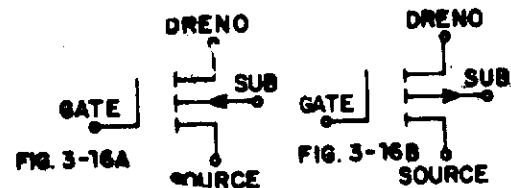

Figura 3-16
figura 3-16 para (A) NMOS e (B) PMOS. A nova região formada para condução é oposta à do substrato (N e P ou P e N).